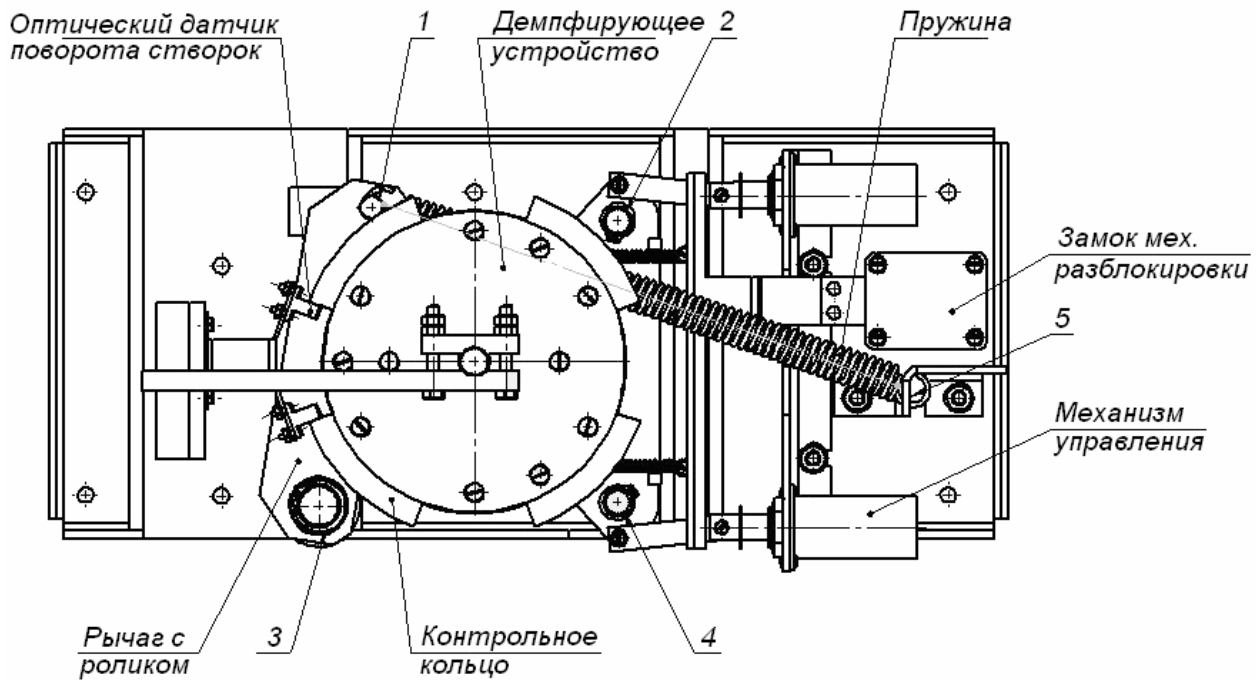

Рисунок 14. Узел вращения ЭП (1-5 – места смазки)
- 2 Снимите крышку (3) в порядке, указанном в разд. 5.7 и положите ее на ровную устойчивую поверхность.
- 3 Осмотрите узел вращения ЭП (см. рис. 14):
- четыре втулки на устройстве доворота – две на оси вращения толкателя и две на оси крепления пружины, а также отверстия в деталях крепления пружины, по две - три капли масла в каждое место смазки (места смазки указаны на рис. 14); не допускайте попадания смазки на поверхность кольца контрольного и на ролик;
- механизмы секретности замка механической разблокировки (7) и замка крышки (4) со стороны замочной скважины.
- 8 Проверьте крепление створок (4) и при необходимости подтяните шестигранным ключом S5 винты крепления створок.
- 9 Проверьте фиксацию ротора ЭП (5) относительно вала механизма доворота и, при необходимости, подтяните установочные винты.
- 10 Проверьте затяжку всех анкерных болтов крепления рамы (1) ЭП к полу и при необходимости шестигранным ключом S8 подтяните их.
- 11 Установите на место крышку (3) (см. разд. 6). Установка крышки не требует применения больших физических усилий, после чего зафиксируйте ее двумя винтами.